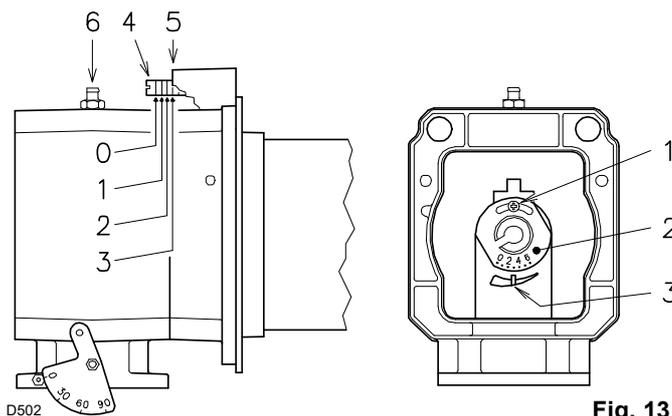

Fig. 13
- Ruotare la vite 4)(Fig. 13) fino a far collimare la tacca trovata con il piano anteriore 5) della flangia.
Per facilitare la regolazione, allentare la vite 6)(Fig. 13), regolare e poi bloccare.
- Allentare le viti 1)(Fig. 13) e ruotare la ghiera 2) fino a far collimare la tacca trovata con l'indice 3).